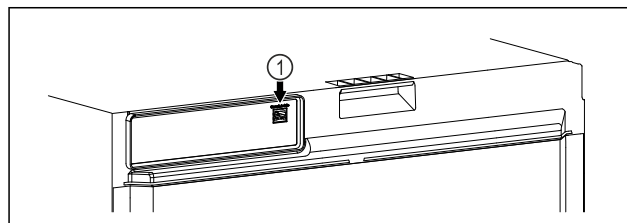

Fig. 101
- ☐ SmartModule Fig. 101 (1) er installert.